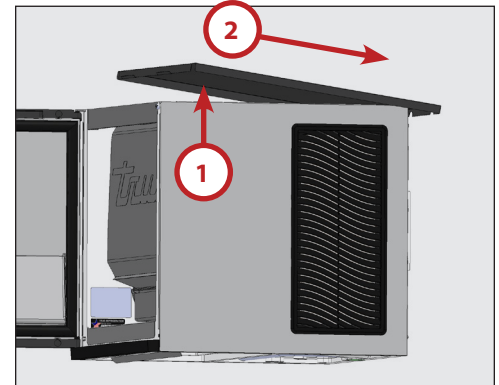

Рис. 4. Поднять передний край, сдвинуть верхнюю панель назад, затем поднять панель.
2. Осторожно поднять переднюю часть верхней панели. Затем сдвинуть верхнюю панель к задней части льдогенератора. См. рис. 4.